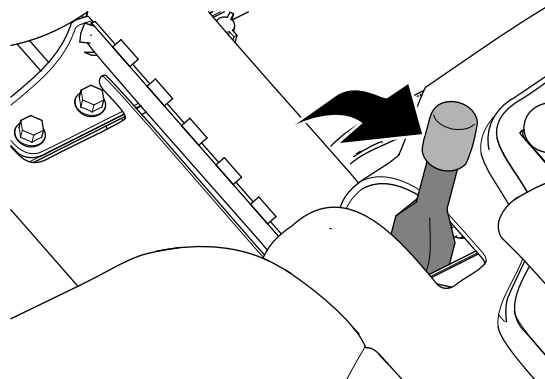

Bild 33
2. Aktivieren Sie die Feststellbremse (Bild 33).